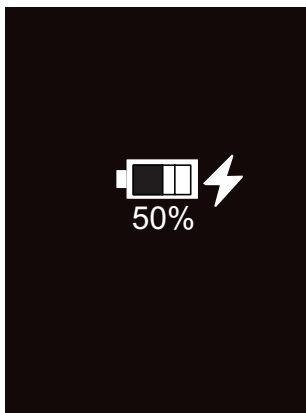

Figur 19: Laddningsläckagedetektor
1. Anslut mikro-USB-anslutningskabeln till laddningsporten som sitter vid basen av IR LD 1.0 (se figur 19).